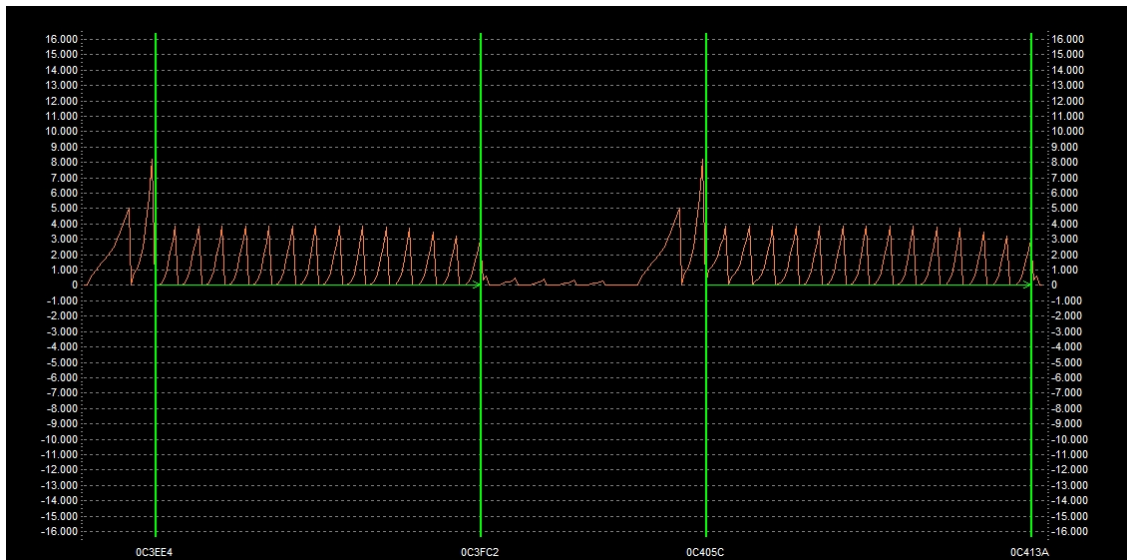

Figura 31: *Area Grafica 2D*.
2. Selezionare nell'*Area Grafica 2D* la porzione di traccia che comprende la mappa principale. Tutti gli affini si inseriscono con il tasto destro del mouse, posizionando il cursore all'inizio di ogni mappa simile, in modo da realizzare una selezione multipla come in Figura 31.